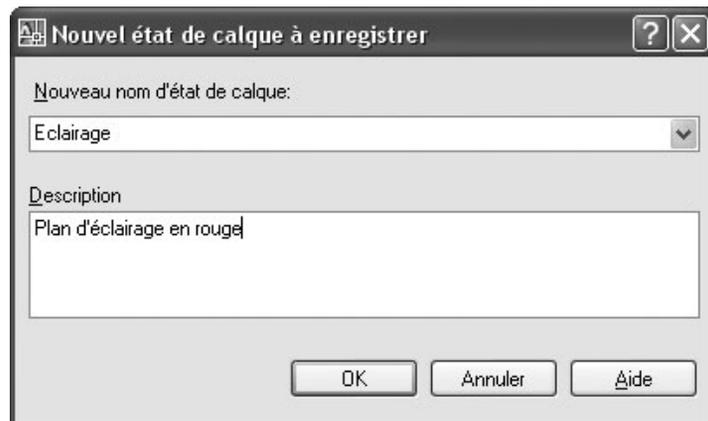

Fig.2.21
- 5 Dans la boîte de dialogue **Nouvel état de calque à enregistrer** (New Layer State to Save), entrez le nom du nouvel état de calque ou sélectionnez un nom dans la liste. Ajoutez éventuellement une description (fig.2.21).
- 6 Cliquez sur **Fermer** (OK).